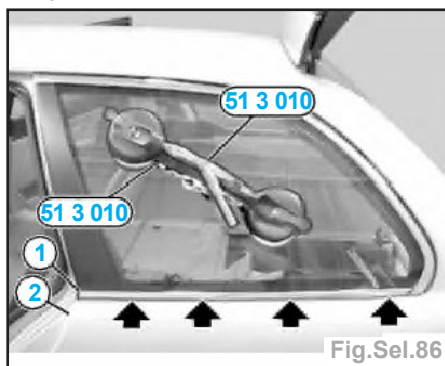

Fig.Sel.86
- Appliquer le bas de la vitre à l'aide de l'outil spécial 51 3 010. La partie AV de la baguette chromée (1) doit affleurer avec le bord de la carrosserie (2) (fig.Sel.86).